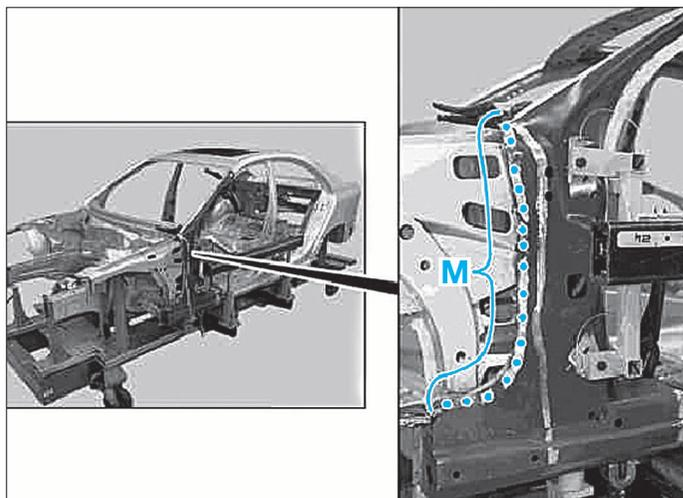

FIG. 53
- Souder à la pointeuse électrique par points le renfort sur la doublure zone (F).
- Souder par points bouchon le renfort de pied AV sur le passage de roue zone (M) (Fig.53).